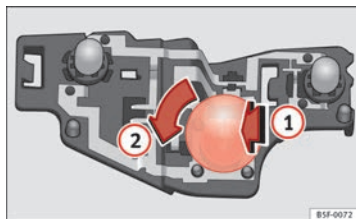

Fig. 197 Ubicación de las lámparas de incandescencia en el portalámparas.
- Presione la lámpara defectuosa ligeramente hacia el portalámparas ⇒ fig. 197 **(1)**, gírela a continuación hacia la izquierda **(2)** y extráigala.